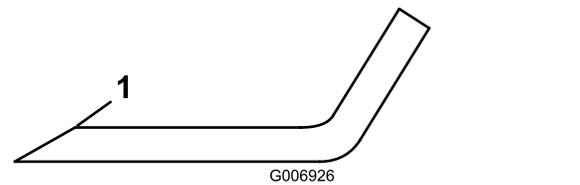

Figura 75
4. Inspeccione los filos de todas las cuchillas. Si están romos o tienen mellas, afílelos; afile únicamente la parte superior del filo y mantenga el ángulo de corte original para asegurar un afilado correcto (Figura 75).